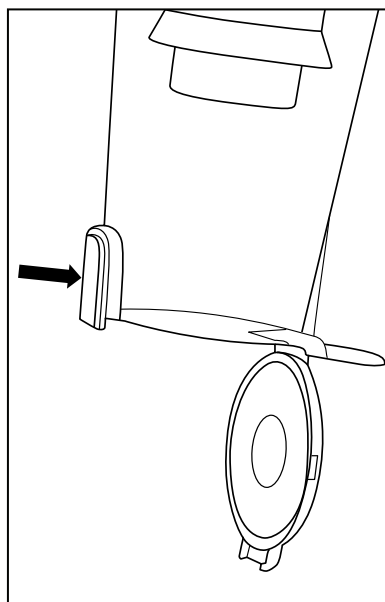

Fig. 1
2. Tout en maintenant l'aspirateur au-dessus d'une poubelle, appuyez sur le bouton de déverrouillage situé au bas du réservoir à poussière. La base du réservoir tombera, libérant ainsi la saleté (Fig. 1).